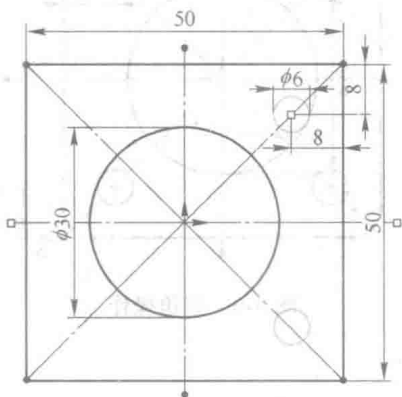

图 3-4 镜向 1 操作预览
(4) 单击草图栏上的“镜向实体”按钮, 系统弹出“镜向”属性管理器。选中 $\phi 6$ 的小圆为“要镜向的实体”, 选择过原点的水平中心线为“镜向点”, 结果如图 3-4 所示。单击“确定”按钮完成镜向操作, 如图 3-5 所示。